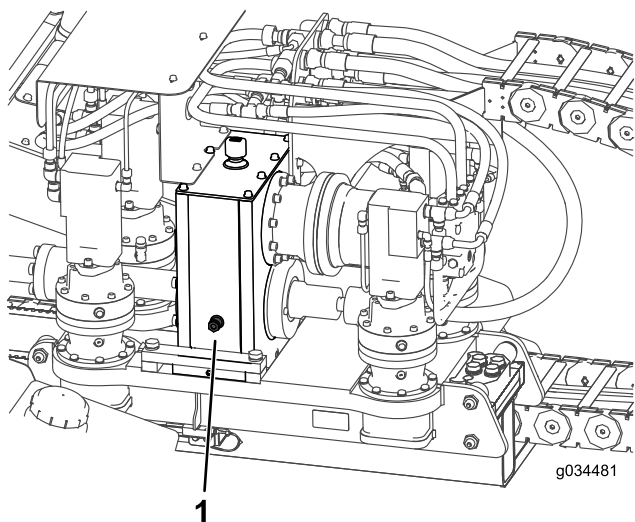

Рисунок 103
2. Проверьте уровень масла по смотровому стеклу на каждом планетарном приводе двигателя напорного механизма (Рисунок 103).
3. Снимите крышку сапуна и долейте масло в планетарный привод так, чтобы уровень масла закрывал не менее половины смотрового стекла (Рисунок 103).
2. Проверьте уровень масла по смотровому стеклу на редукторном приводе (Рисунок 103).
3. Снимите крышку сапуна и долейте масло в редукторный привод так, чтобы уровень масла закрывал половины по смотрового стекла (Рисунок 103).
8. Залейте масло в редуктор так, чтобы уровень масла по смотровому стеклу превысил половинный уровень смотрового стекла (Рисунок 103).